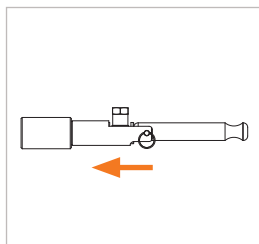

Figure 3
- ▶ Saisissez le connecteur au niveau de l'unité de base (Pos. 1) et insérez-le dans l'axe et en butée dans la pièce d'essai (Figure 3). Le joint frontal est ainsi préservé des dommages causés par d'éventuels bords saillants de la pièce d'essai et le bon raccordement est garanti.